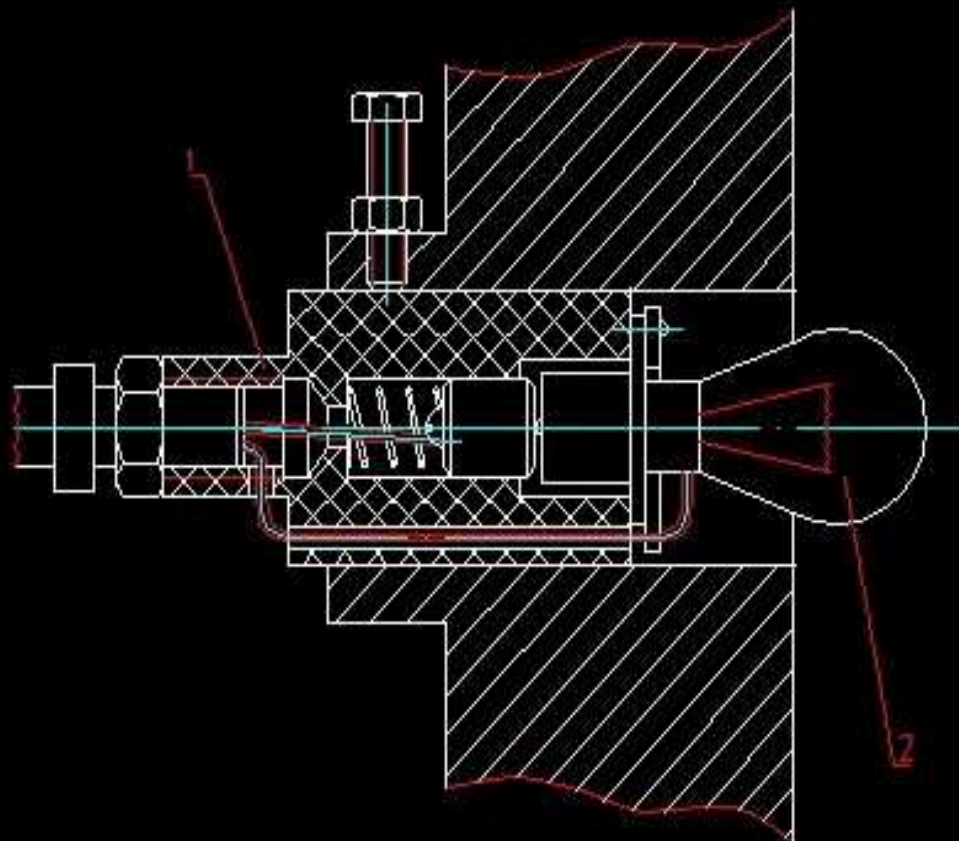

Рис.11 Освещение линии реза
1.4.8 Освещение линии реза (рис. 11)